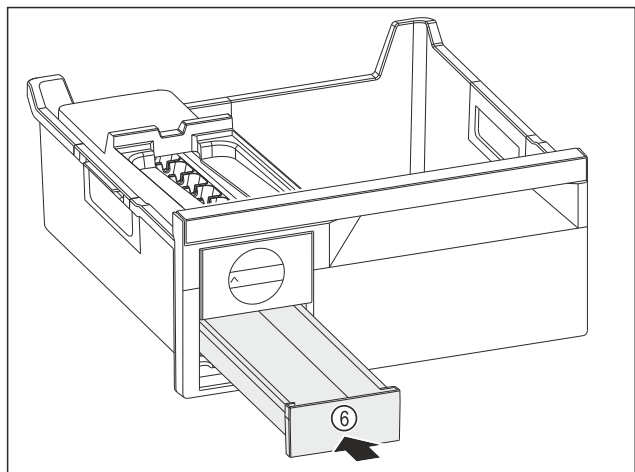

Fig. 141
- ▶ Вкарайте чекмеджето за ледени кубчета Fig. 141 (6).